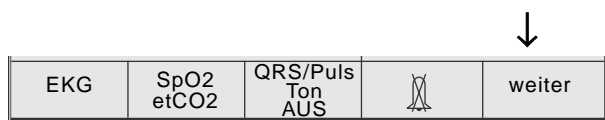

Bild 3-4. Hauptmenü
- Drücken Sie im Hauptmenü **F5** weiter (Bild 3-4).